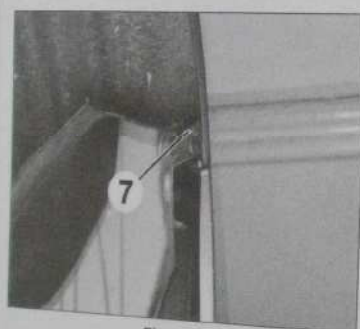

Fig. 184
- déposer les vis de fixation (7) (Fig. 184),